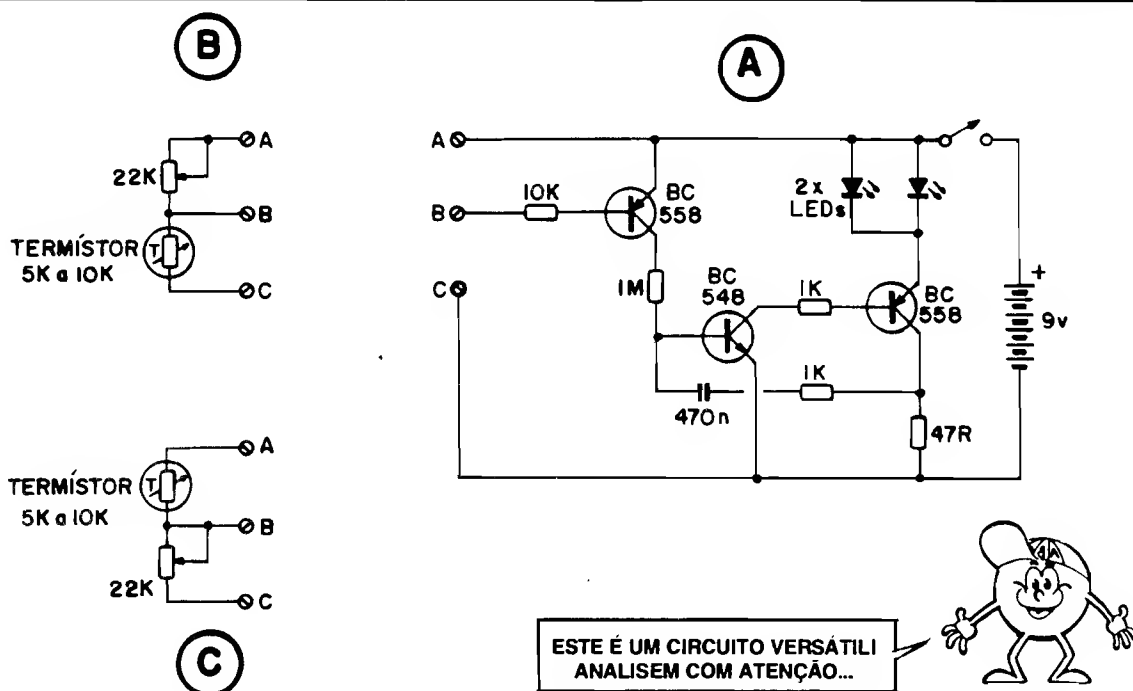

Fig. 1
- FIG. 1 - Os esquemas do circuito da MP-21. Nessas "alturas do campeonato", todo e qualquer "Aluno" do ABC já deve estar mais do que "craque" em "ler esquemas"... É tudo uma questão de reconhecer os símbolos dos componentes e entender como são feitas suas interligações... Notem que o diagrama está dividido (devido à versatilidade da aplicação) em três módulos: o bloco principal (em 1-A) mostra o circuito "mãe" do TERMO-MONITOR, já incluindo sua alimentação (em 9V, bateria ou pilhas). Já nos sub-blocos 1-B e 1-C temos os dois arranjos possíveis (potenciômetro de ajuste/TERMÍSTOR), respectivamente para sensoreamento tipo "QUENTE LIGA" e "FRIO LIGA", ou seja: alarme de "subida" ou de "descida" da temperatura monitorada!